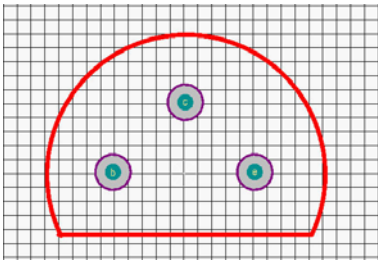

图 11-42 绘制一条弧线
Step6 绘制一条弧线。单击菜单栏中的“放置”→“圆弧（中心）”命令，光标变为十字形状，将光标移至坐标原点，单击确定弧线的圆心，然后将光标移至直线的任意一个端点，单击确定圆弧的直径。再在直线两个端点单击确定该弧线，结果如图 11-42 所示。右击或者按 Esc 键退出该操作。